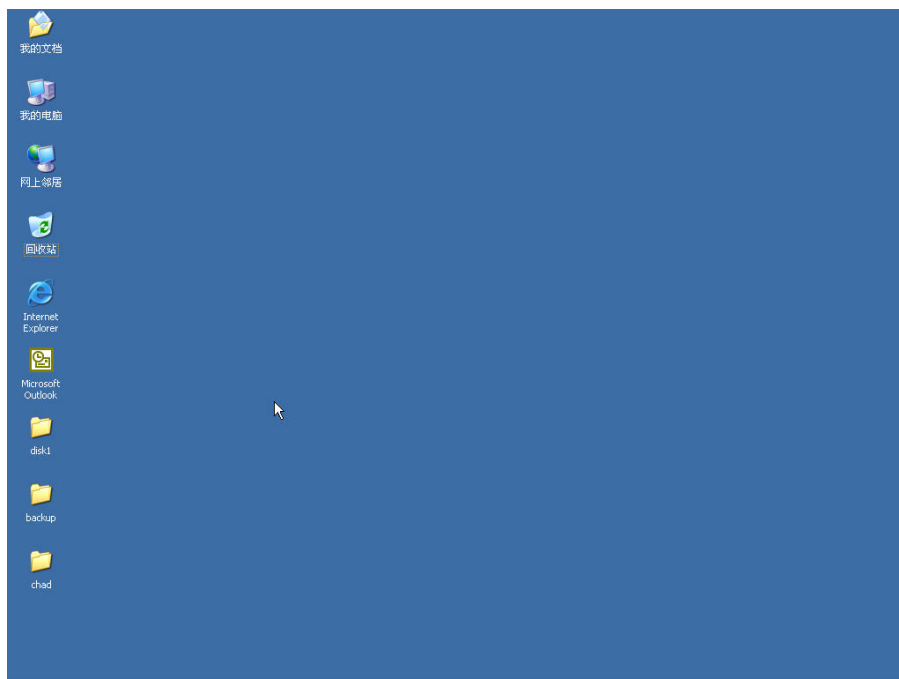

图 2-1-1 开启 Microsoft Windows 画面
1. 安装 NTZ-Designer 请先启动您的计算机进入中文 Win2000/WinXP 操作系统(图 2-1-1)。